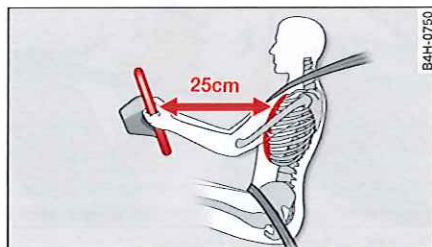

Fig. 145 Distance de sécurité par rapport au volant
- Il est primordial que le conducteur et le passager avant gardent une distance de 25 cm minimum par rapport au volant ou au tableau de bord ⇒ *fig. 145*. Si vous ne respectez pas cette distance minimale, le système airbag ne vous protège pas. En outre, le déploiement de l'airbag constitue un risque de blessures. Par ailleurs, les sièges avant et les appuie-tête doivent toujours être ajustés en fonction de la taille de l'occupant du siège.